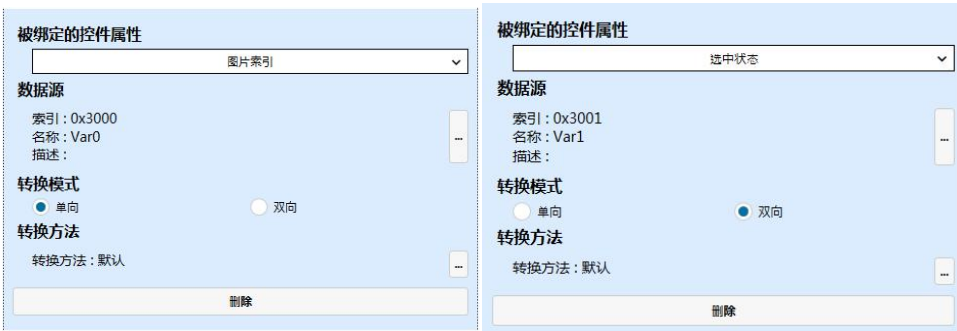

图 7.9 多组单选按钮的变量绑定
4、设置添加两个多组单选按钮的变量绑定，两个变量绑定操作设置如图 7.9 所示。